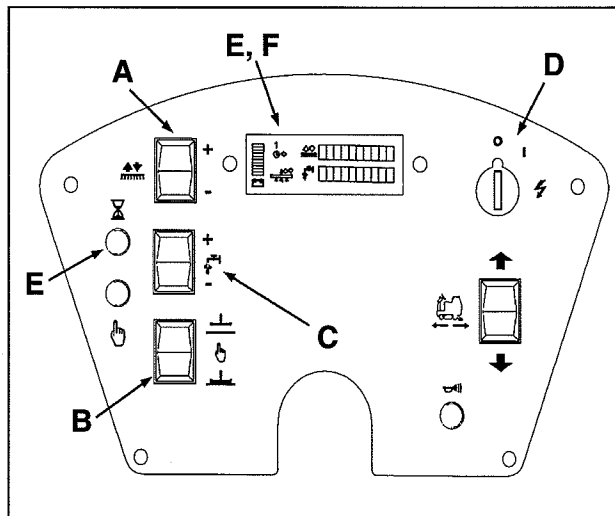

Figura 1
(Consulte la figura 1, Elemento D)**
**Interruptor de cepillo Arriba /Abajo (Consulte la figura 1, Elemento A)**
(Consulte la figura 1, Elemento B)**
(Consulte la figura 1, Elemento E)**
**Medidor de carga de la batería (Consulte la figura 1, Elemento F)**
**Control de flujo de solución (Consulte la figura 1, Elemento C)**